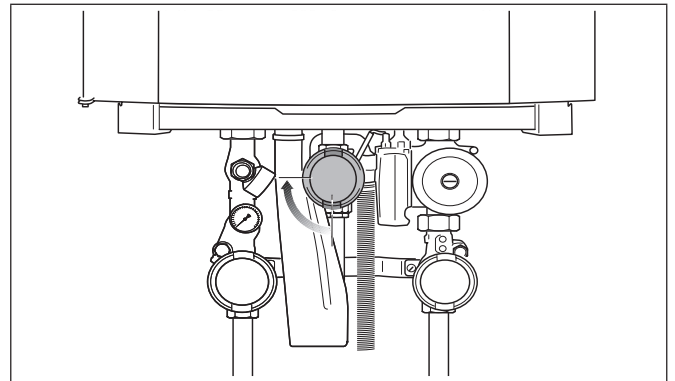

Fig. 16 Aprire il rubinetto del gas
- Aprire lentamente il rubinetto del gas. Premere il rubinetto del gas e compiere un quarto di giro verso sinistra (fig. 16). Il rubinetto del gas si trova in posizione "Aperto", quando è disposto verticalmente.